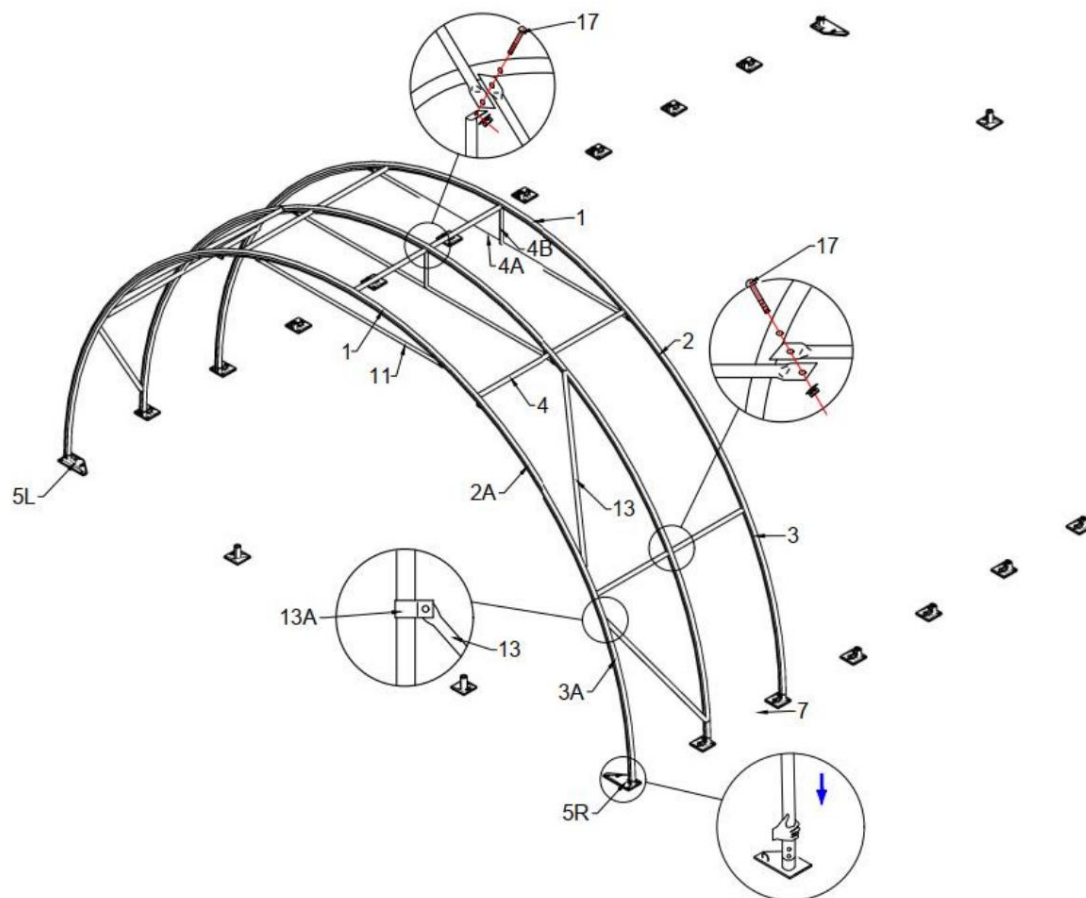

Figure 5
2. Fixez le tube de renfort diagonal (n° 13) à l'aide de l'agrafe (n° 13A) entre les tubes coudés inférieurs, comme illustré sur la figure. 5.